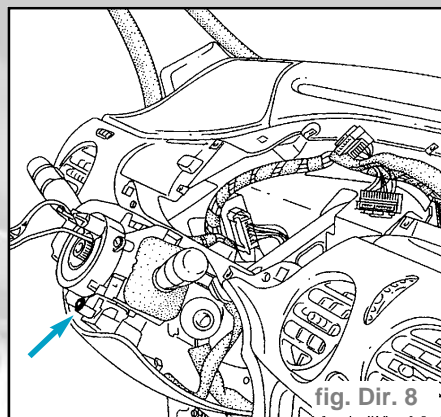

fig. Dir. 8
- Déposer l'ensemble manette-commutateur (une vis) (fig. Dir. 8).